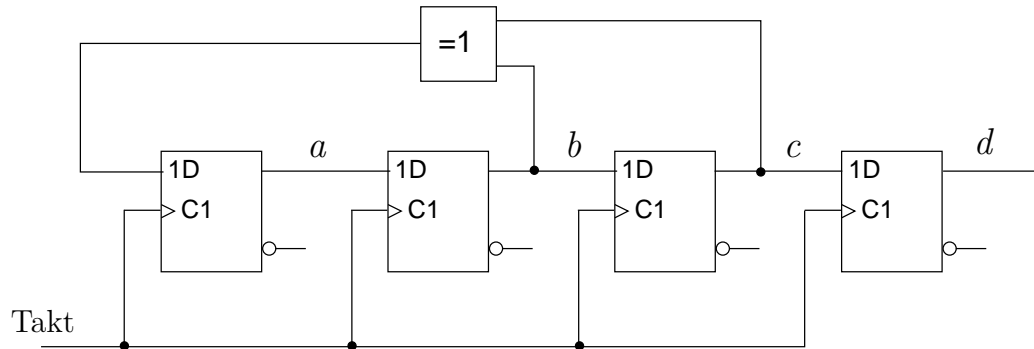

Abbildung 4: Schaltwerk
1. Gegeben ist das in Abbildung 4 dargestellte Schaltwerk.